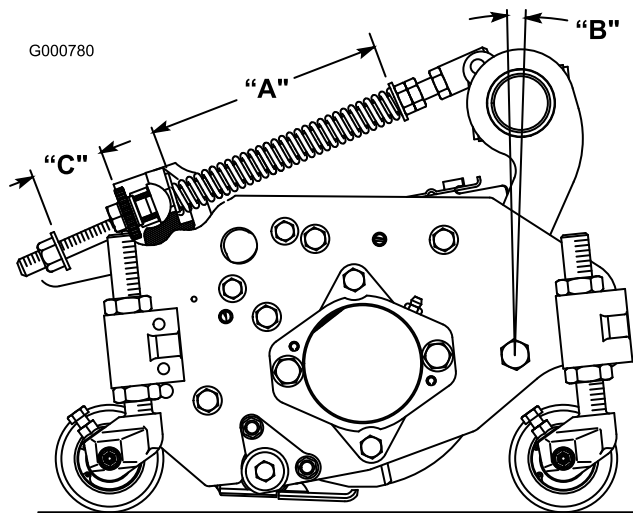

図 8
ターフ補正スプリング(図 8)は、キャリアフレーム
との間のすきま (C) を 25 mm とする (図 8)。
2. スプリングロッド前部の六角ナットを締め、スプリング（圧縮状態）の長さ（A）が 203 mm になるようにする（図 8）。
**注** ラフで使用する時やアンジュレーションの大きなフェアウェイを刈る時は、上記の長さ（A）を 216 mm とし、スプリング ブラケット 後部とワッシャ前面のすきま（C）を 38 mm としてください（図 8）。